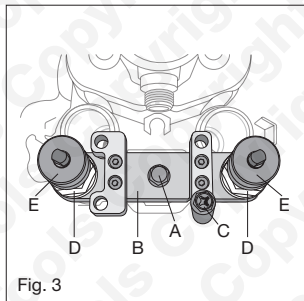

Fig. 3
4. Référez-vous à la figure 3 : Placer l'outil Laser 7084 (B) au-dessus de la paire d'injecteurs. Maintenir en place avec les vis A et C (ne visser initialement que quelques filets).